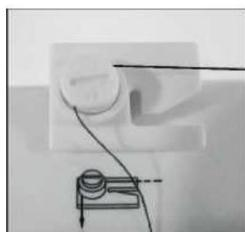

Abb.12
- (2) Führen Sie den Faden durch die Spannscheibe des Spulenwicklers auf der Oberseite der Maschine (Abb. 12).